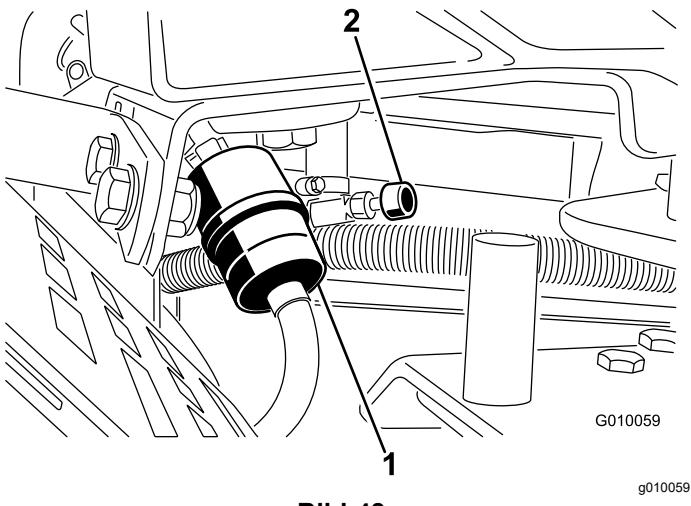

Bild 48
2. Schließen Sie den Kraftstoffhahn (Bild 48).
3. Drücken Sie die Enden der Schlauchklemmen zusammen und schieben Sie sie vom Filter weg (Bild 48).
5. Setzen Sie einen neuen Filter ein und schieben Sie die Schlauchklemmen an den Filter heran (Bild 48).
7. Öffnen Sie den Kraftstoffhahn (Bild 48).
3. Lockern Sie die Schlauchklemme am Kraftstofffilter und schieben Sie sie an der Kraftstoffleitung weg vom Kraftstofffilter (Bild 48).
4. Ziehen Sie die Kraftstoffleitung vom Kraftstofffilter ab (Bild 48). Öffnen Sie den Kraftstoffhahn und lassen den Kraftstoff in einen Kanister oder eine Auffangwanne ablaufen.
5. Bringen Sie die Kraftstoffleitung am -filter an. Schieben Sie die Schlauchklemme ganz an den Kraftstofffilter heran, um die Kraftstoffleitung zu befestigen (Bild 48).